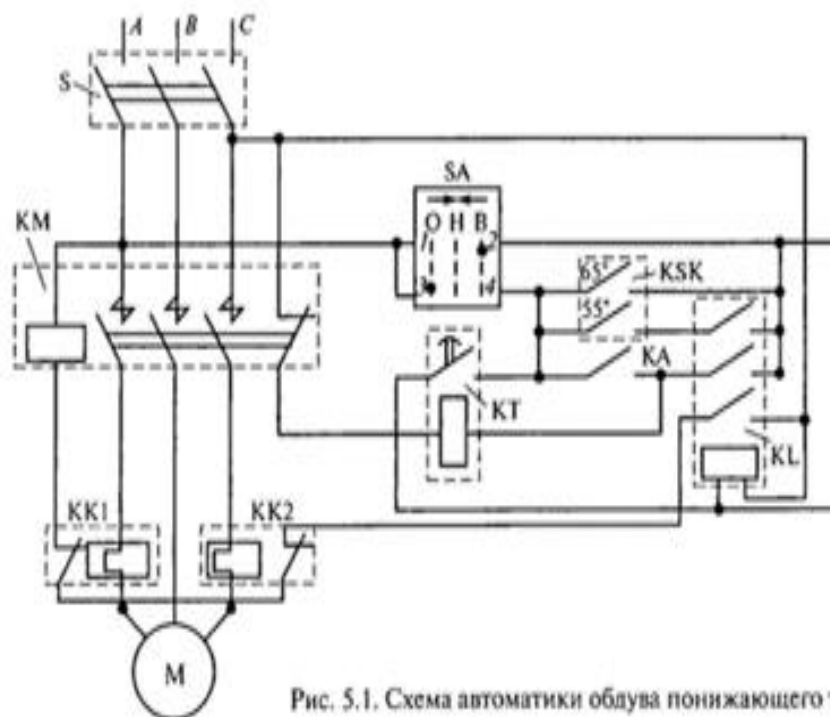

Рис. 5.1. Схема автоматики обдува понижающего трансформатора
- 1.Схема автоматического обдува понижающих трансформаторов (рис. 5.1.)